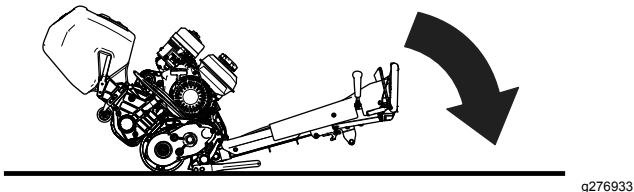

Рисунок 9
2. Обеспечьте доступ к режущему блоку, опустив рукоятку тягового блока на землю (Рисунок 9).